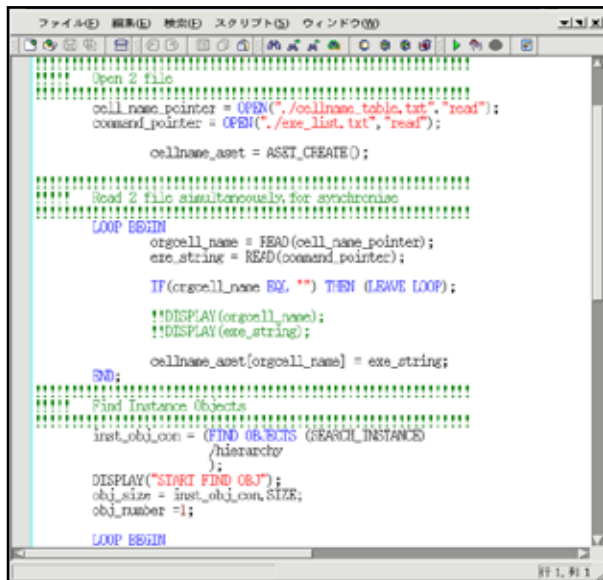

図 5. セル自動置換 LISA スクリプト
LISA スクリプトは (A) の Pcell 情報ファイルから GDSII 上のセル名と Pcell のセル名のマッピング、Pcell の持つパラメータ値の特定を行い、レイアウトセル内の対象となるインスタンスにおいて、セルから Pcell への置換作業を自動化するものです (図 5 参照)。